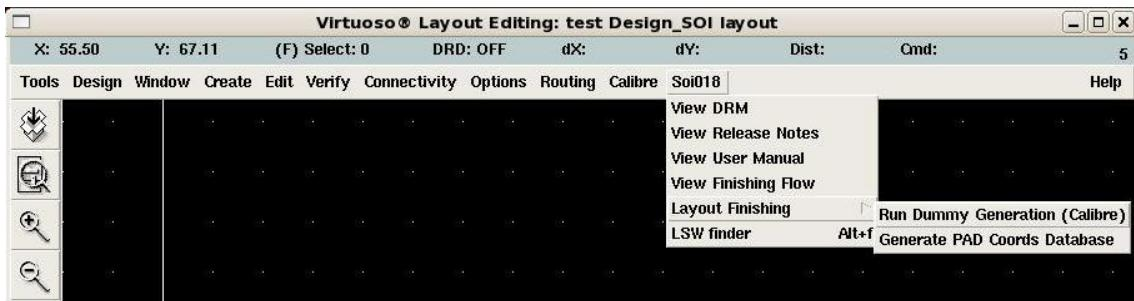

Рис. 12.1. Запуск автоматической генерации ФО.
- 1) В меню Virtuoso Layout Editor выберите *Soi018->Layout Finishing->Run Dummy Generation (Calibre)* (рис. 12.1).